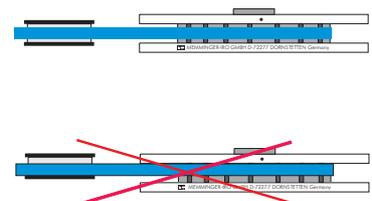

Fig. 8
- O disco regulador, os rolos tensores e a polia do MPF-K têm de estar na horizontal, a uma altura a que a polia, no seu percurso, não toque nas arestas do disco regulador ou dos discos da correia dentada, correndo o risco de ser danificada. (Fig. 8).